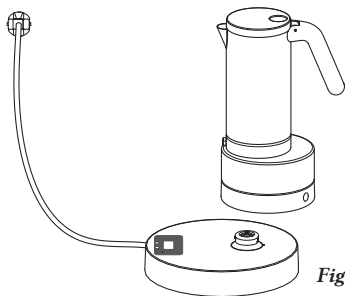

Fig. 7
- Posez la cafetière sur le socle d'alimentation (fig. 7).